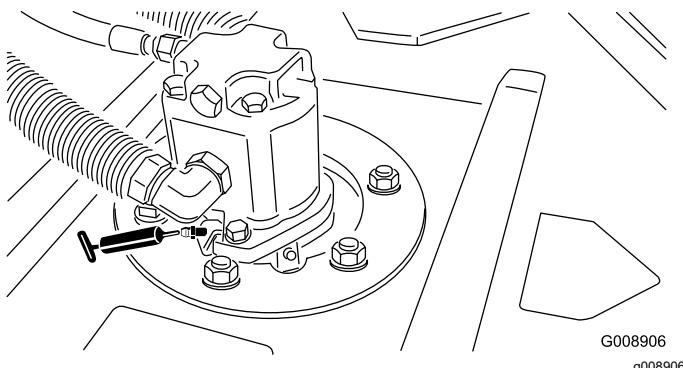

Bild 72
- Spindelwellenlager der Schneideeinheit (2 pro Schneideeinheit)—Bild 72